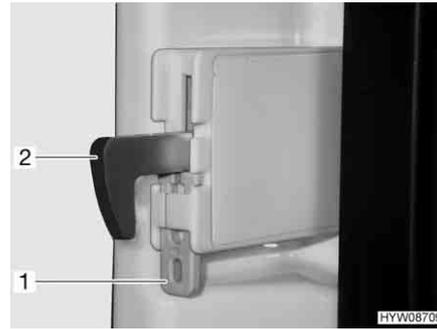

Fig. 159 Dispositivo di fissaggio (gancio di bloccaggio)
*Fissaggio del gancio di bloccaggio:* ■ Spingere il dispositivo di fissaggio (Fig. 159,1) verso l'alto. Spingere il gancio di bloccaggio (Fig. 159,2) verso l'alto, disinserendolo.
*Sblocco del gancio di bloccaggio:* ■ Spingere il gancio di bloccaggio (Fig. 159,2) verso il basso. Il gancio di bloccaggio è di nuovo inserito.